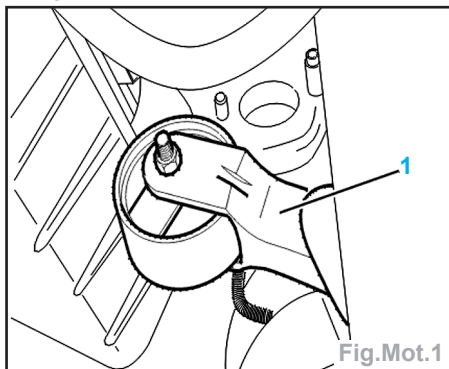

Fig.Mot.1
- Déposer la bielle anti-couple (1) (Fig.Mot.1).